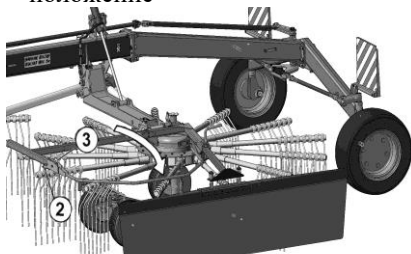

Рис.13 – Перевод защитных дуг в рабочее положение
5.11 Защитные дуги роторов переводятся в рабочее и транспортное положение. Для перевода в рабочее положение выньте фиксирующий палец 2 (рис.13) с пружинной защелкой 3 и защитный